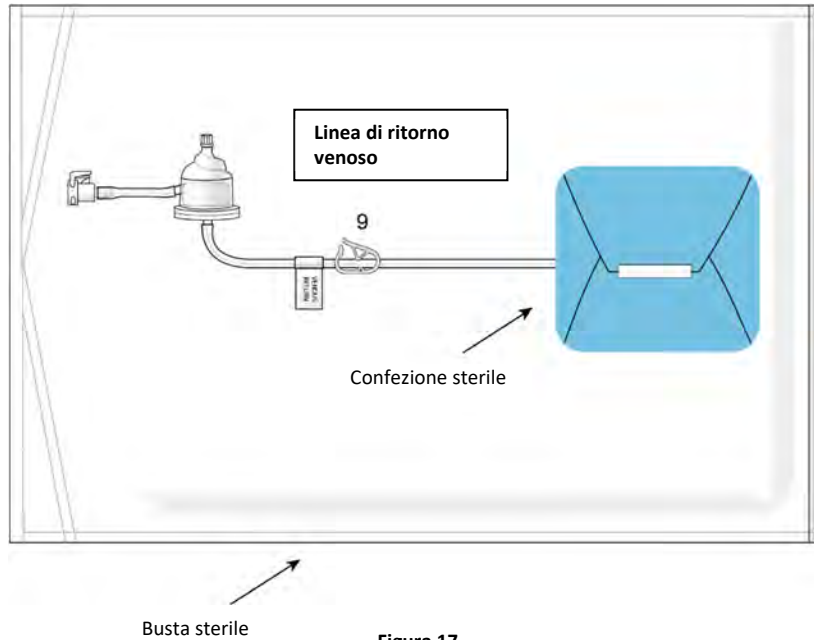

Figura 17
- (b) Aprire la busta sterile contenente la linea di ritorno venoso ed estrarre quest'ultima e il debollatore integrato (Figura 17).